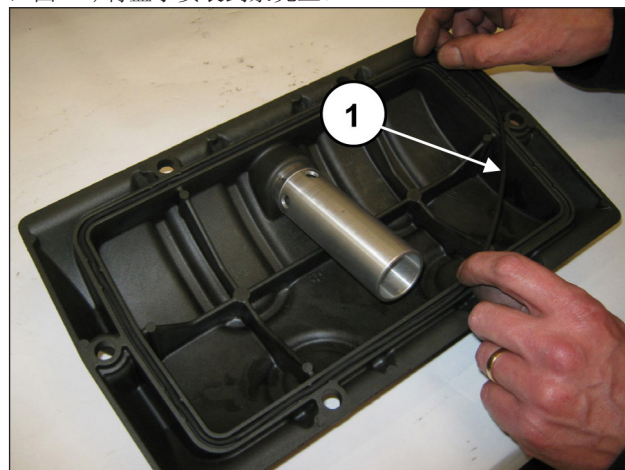
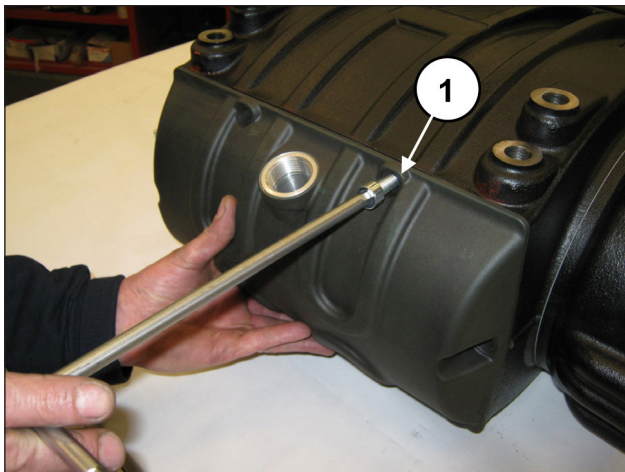

图 70
图 71
将O形圈插入后盖(①, 图 70)并使用6个M10x30螺栓(②, 图 71)将盖子安装到泵壳上。